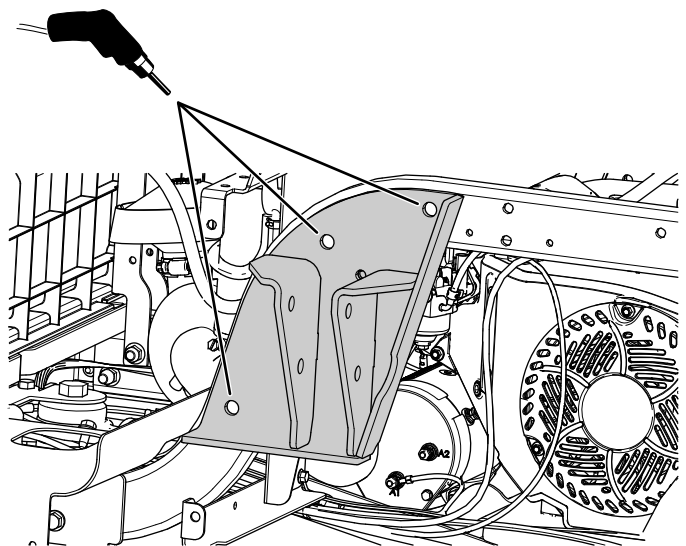

図 21
4. ROPS ブラケットを型紙にして、フレームに、直径 13.5mm の穴を 3 つ開ける 図 21。